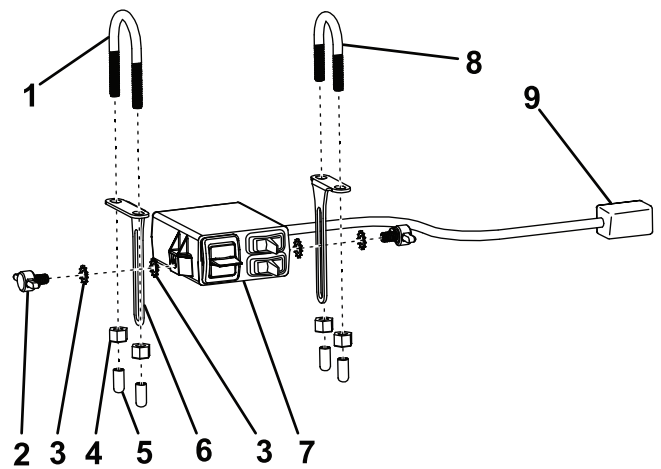

Figura 4
2. Sujete uno de los soportes de montaje junto al lado izquierdo del grupo de mandos del vehículo con el perno en U largo y 2 tuercas autoblocantes (1/4"), como se muestra en la Figura 4.
3. Sujete el otro soporte de montaje junto al lado derecho del grupo de mandos del vehículo usando el perno en U corto y las 2 tuercas autoblocantes (1/4"), como se muestra en la Figura 4.
4. Sujete la caja de interruptores a los soportes de montaje usando 4 arandelas de estrella y 2 tornillos de apriete manual, y ajústela a la posición deseada (Figura 4).
5. Coloque los 4 tapones de goma en los extremos de los pernos en U (Figura 4).